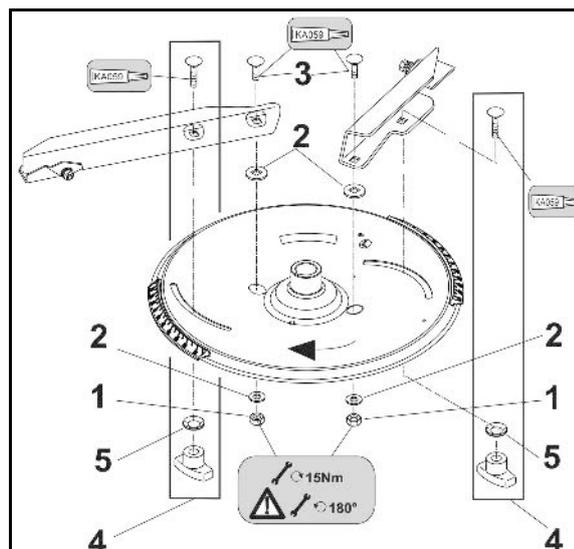

Fig. 101
2. Réglez la position des clapets sur 11 à l'aide du levier de réglage (Fig. 101/1).